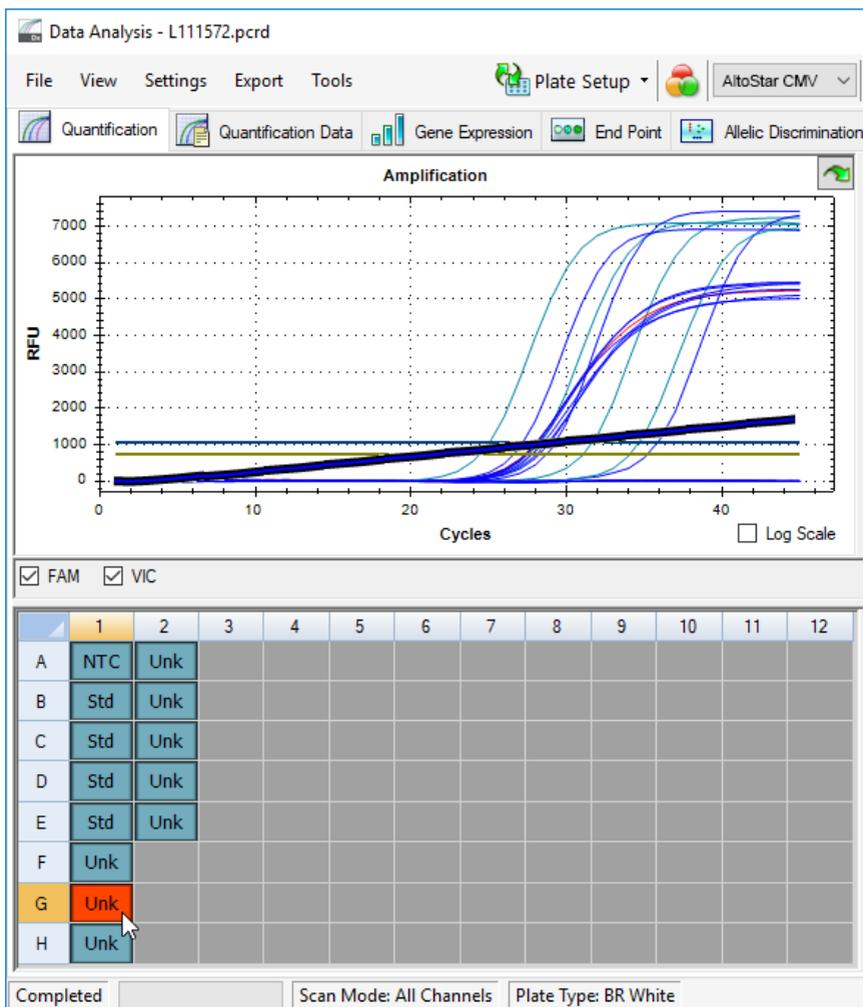

Figura 6: Ventana Data Analysis (análisis de datos): señal de PCR irregular
2. Identifique pocillos con señales de PCR irregulares (aumento de señal lineal, picos de señal, etc.) en cualquiera de los canales de detección FAM™ (CMV objetivo) y VIC™ (IC) (consulte la figura 6).